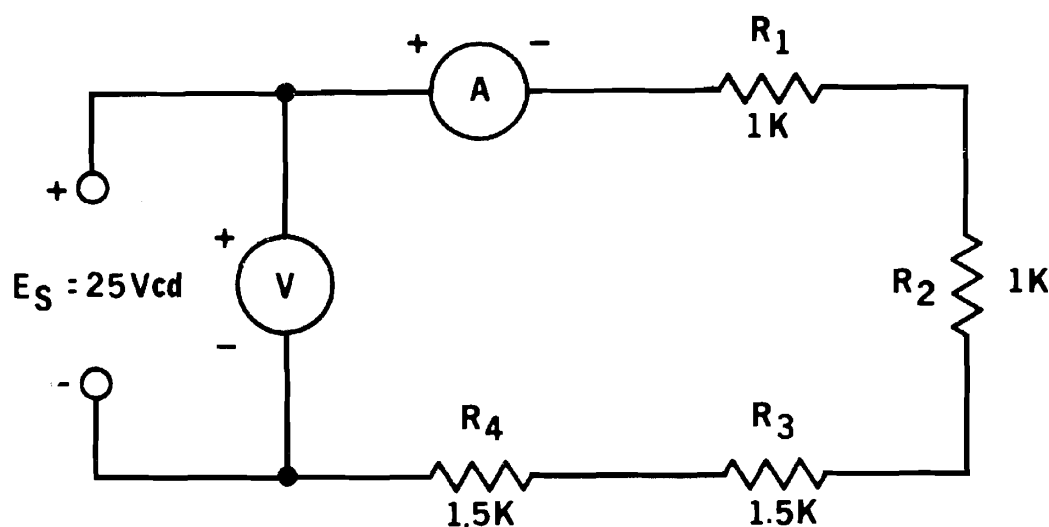

Fig. 9-2
5. Conecte el miliamperímetro en serie con las cuatro resistencias. Conecte el circuito a la fuente de energía variable y ajuste a 25 Vcd como se ilustra en la Fig. 9-2.